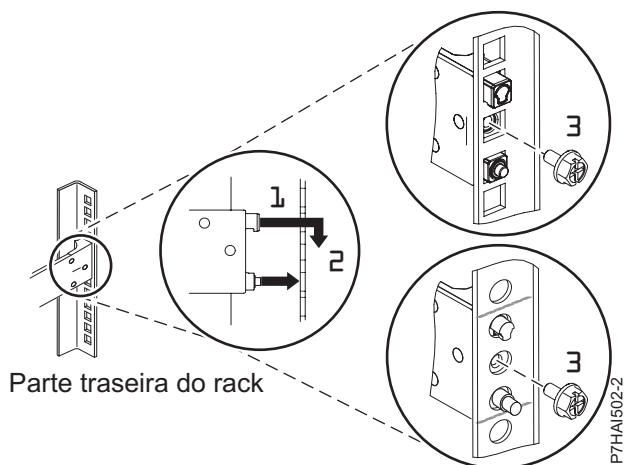

Figura 20. Alinhando e Encaixando os Pinos nos Orifícios na Parte Traseira do Rack
3. Alinhe os dois pinos localizados na parte traseira do trilho deslizante com os orifícios superior e inferior na unidade EIA selecionada, que foi marcada anteriormente. Puxe o trilho deslizante em sua direção para inserir os dois pinos nos orifícios do rack (1) e abaixe o trilho deslizante para baixo (2) para encaixar o gancho no pino superior. Para obter detalhes, consulte Figura 20. Assegure-se de que os dois pinos apareçam através dos orifícios do rack antes de prosseguir para a próxima etapa.